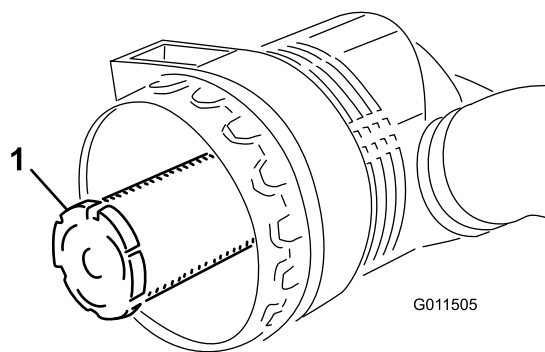

Figure 47
**Important:** N'essayez jamais de nettoyer l'élément de sécurité (Figure 47). Remplacez l'élément filtrant de sécurité une fois sur trois, quand vous effectuez l'entretien du préfiltre.